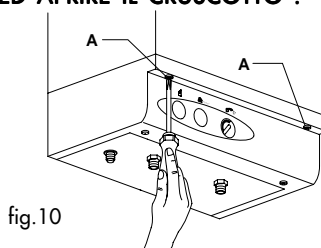

fig.10
- togliere le due viti **A** (fig.10)